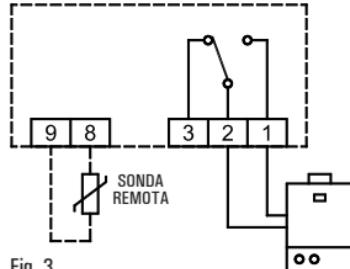
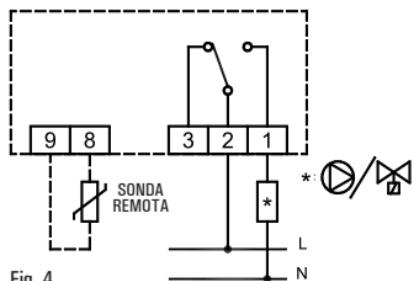

Fig. 3.
Fig. 4.
3. Execute as conexões eléctricas seguindo o esquema de conexão da Fig. 3 ou Fig. 4.
Insira as pilhas respeitando as polaridades indicadas no compartimento adequado (Fig. 4) e execute a operação de reset agindo com um objecto pontiagudo através do furo respectivo (L Fig. 4); **NÃO UTILIZE AGULHAS**.
- 'OK': Programação/Hora/Confirmação (I Fig. 4);
- '▲': Avanço (G Fig. 4);
- '▼': Retrocesso (H Fig. 4);
O cronotermóstato possui 24 contactos (A Fig. 4), situados nos lados do display para seleccionar, durante o decorrer do dia, as faixas de 'Conforto' ou 'Redução'.
Para todo o resto do dia os intervalos seleccionáveis são de uma hora (A Fig. 4).